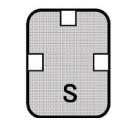

Figura 2. Vista superior de la barrera matriz GUIDOR
- La barrera matriz GUIDOR está envasada en una bandeja plástica, con la capa externa orientada hacia la tapa de apertura. Como se muestra en la Figura 2, la capa externa está marcada con una "S" y múltiples muescas cuadradas de 2 mm a lo largo del borde de la barrera matriz.